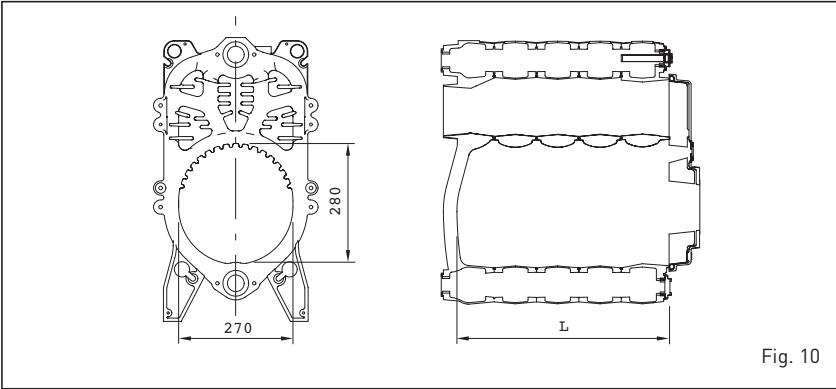

Fig. 10
3.1 DIMENSÃO DA CÂMARA DE COMBUSTÃO (fig. 10)